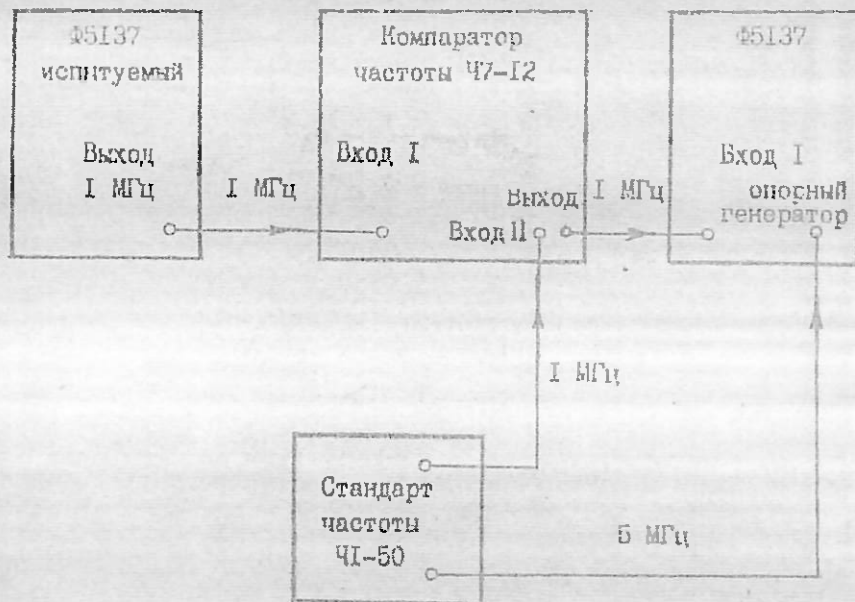

Рис.3. Схема проверки относительной погрешности частоты
8.4.3.1. Относительную погрешность и среднеквадратическую относительную вариацию частоты определяют с применением аппаратуры, собранной по схеме рис.3.